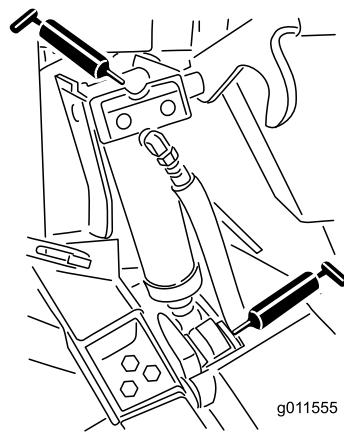

Bild 70
- Hubzylinderbüchsen (4) (Bild 70)